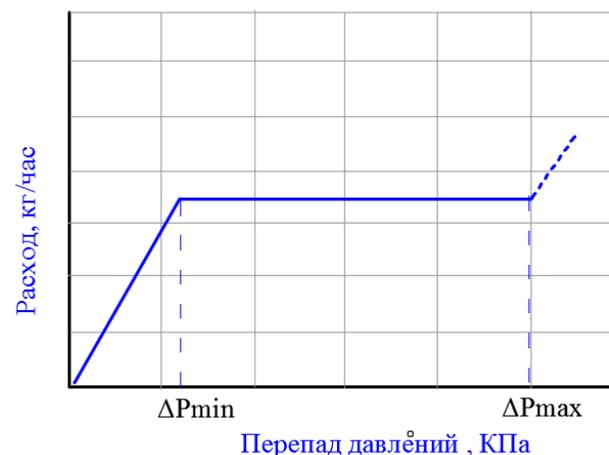

Рис.1 График зависимости перепада давления от расхода
1.2. Настроечный расход поддерживается в рабочем интервале перепадов давлений (от ΔP_{min} до ΔP_{max}), указанных в технических характеристиках соответствующего картриджа (см. рис.1).